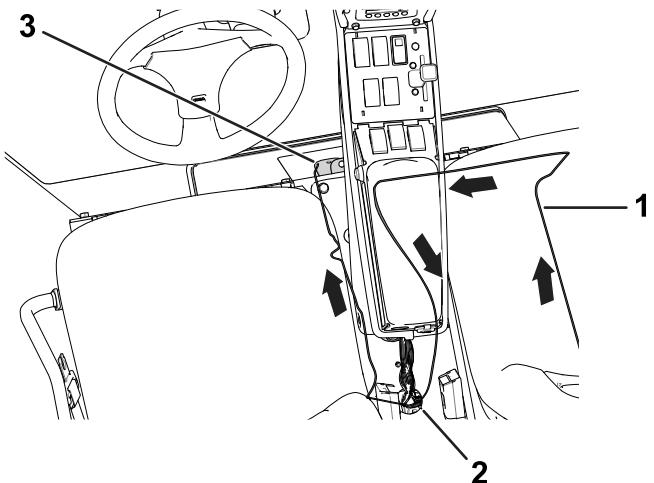
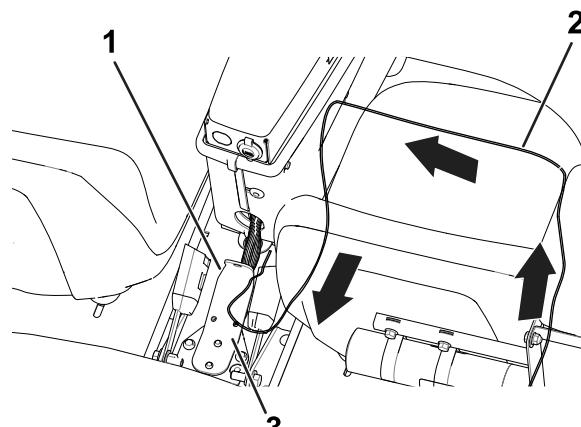

図8
図9
コンソールの開口を通して、チューブを既存のハーネスに沿って配設する図9。
コンソールを通して、チューブを既存のハーネスに沿って配設し座席ベースの前まで導く図8。
4. ケーブルタイを使って、チューブを既存のハーネスに固定する図9または図8。